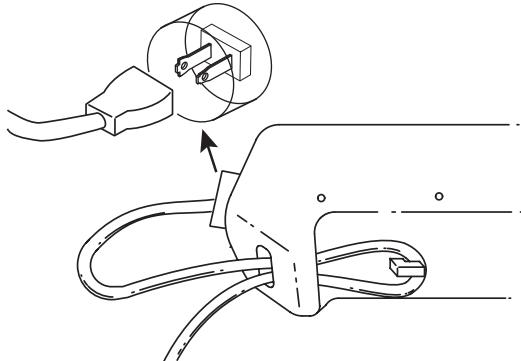

Fig. 9
- Fixez la rallonge au carter tel qu'indiqué (Fig. 9).